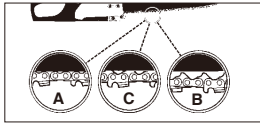

Bild. 6
**⚠ VORSICHT:** Wenn die Sägekette ZU LOCKER oder ZU STRAFF ist, nutzen sich die Zähne, die Schiene, die Kette und das Kurbelwellenlager schneller ab. Bild. 6 informiert über die richtige kalte Spannung (A) und warme Spannung (B), und dient als Anleitung für weitere Einstellungen der Sägekette (C).